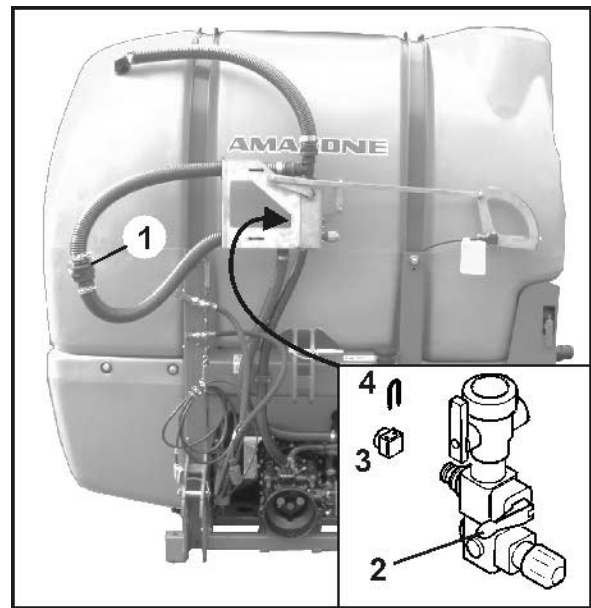

Fig. 5
- den Zulaufschlauch mit dem Ablaufschlauch kuppeln (Fig. 5/1).
- das Rührwerk über den Umschalhahn ausschalten (Fig. 5/2)..
- den Anschluss am Umschalhahn mit Verschlusskappe (Fig. 5/3), verschließen und mit Stecker (Fig. 5/4), sichern.